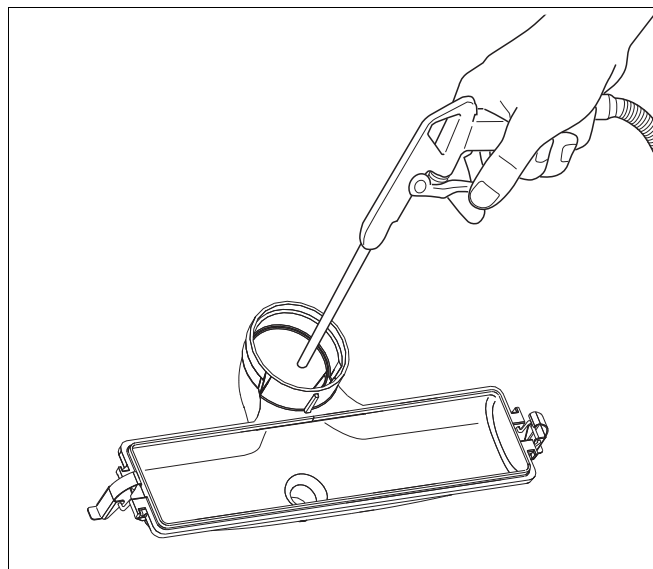

Fig. 116 Curățați vana de condensat
- Curățați vana de condensat în mod mecanic (cu aer comprimat sau cu o perie moale) și clătiți-o cu apă curată (fig. 116).